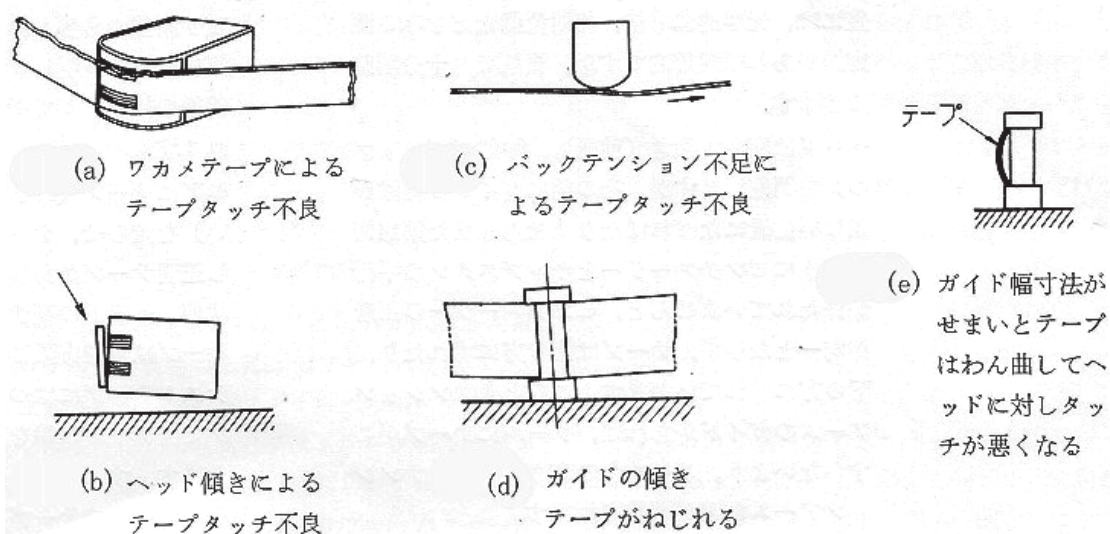

図57-6 テープ・タッチの不良
1. カール、片伸びや折れ目のついたテープによるもの(図57-6(a))。